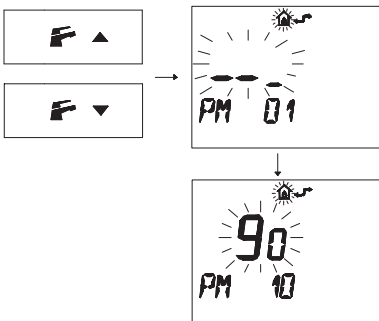

Figura 5.57
- Premere i pulsanti **F** ▼ o **F** ▲ per visualizzare la programmazione "PM10" selezione della frequenza di accensione (Figura 5.57).
Nella Figura 5.57 si visualizza un SET programmato di **90** corrispondente ad un tempo di ri-accensione di 3 minuti circa.